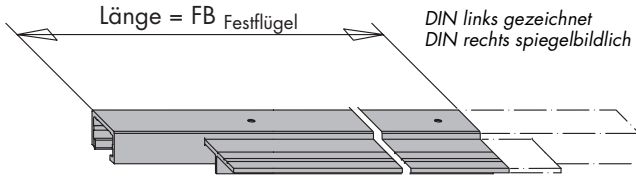

Bild 1
- A** Anschrauben der Aufsatzschiene HH0132-06 (33) an den Festflügel.
- Aufsatzschiene HH0132-06 (33) entsprechend der Schieberichtung DIN links oder DIN rechts ablängen (Bild 1).